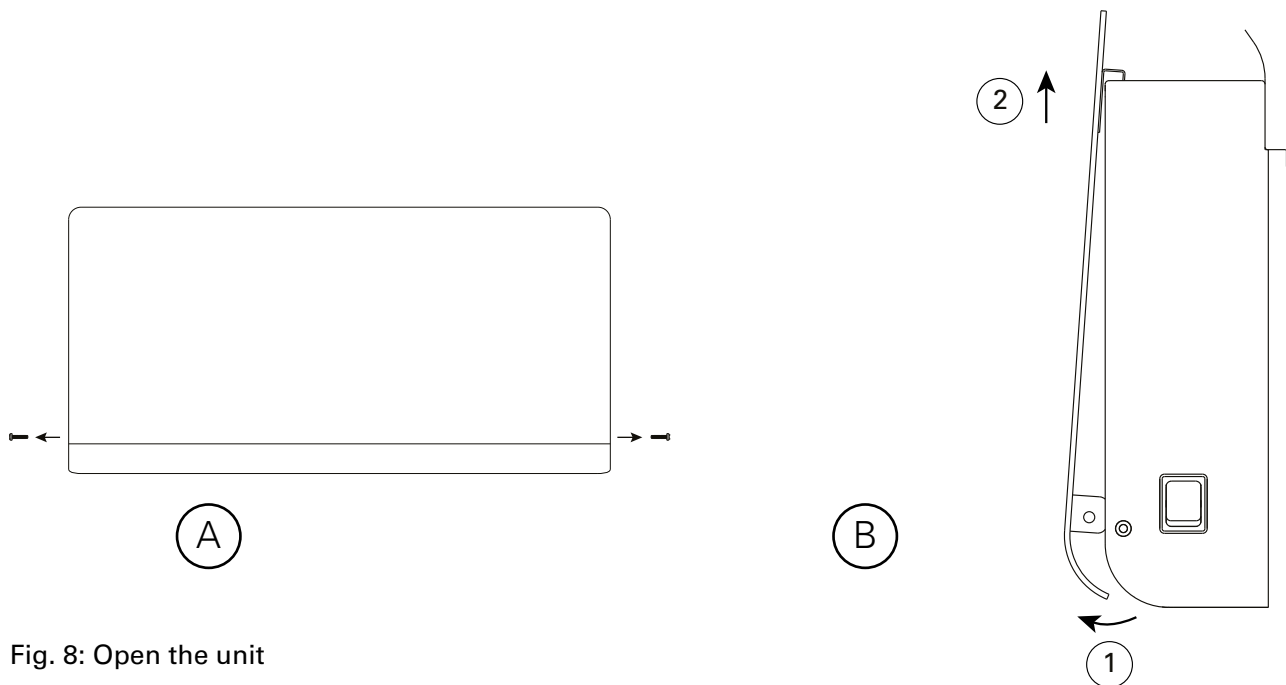

Fig. 8: Open the unit
2. Для того, чтобы снять фронтальную панель, отверните фиксирующие винты в торцевых элементах, потяните панель снизу на себя и движением вверх снимите ее. (Рис.8)